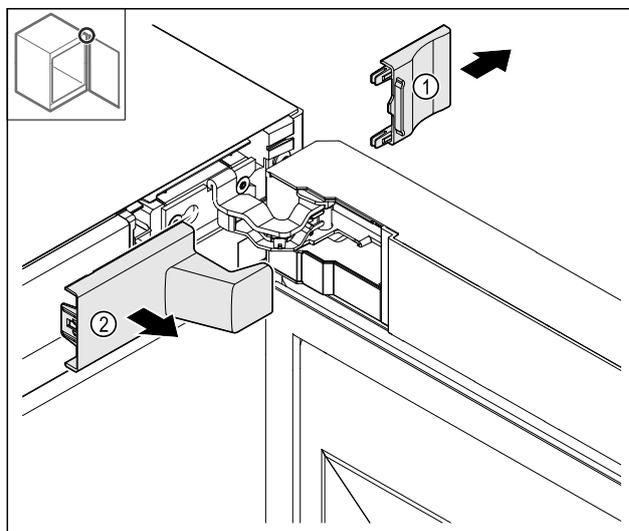

Fig. 13
- ▶ Снимите сначала крышку Fig. 13 (1), а затем Fig. 13 (2).